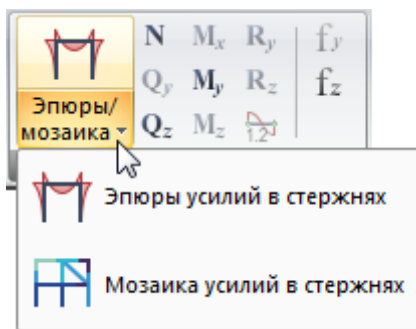

Рис.20.5. Панель Усилия в стержнях
- Выберем соответствующую эпюру на панели **Усилия в стержнях** (рис. 20.5)
Выберите в окне Эпюры/Мозаика усилий Мозаику усилий на панели Усилия в стержнях во вкладке Анализ (рис. 20.5).